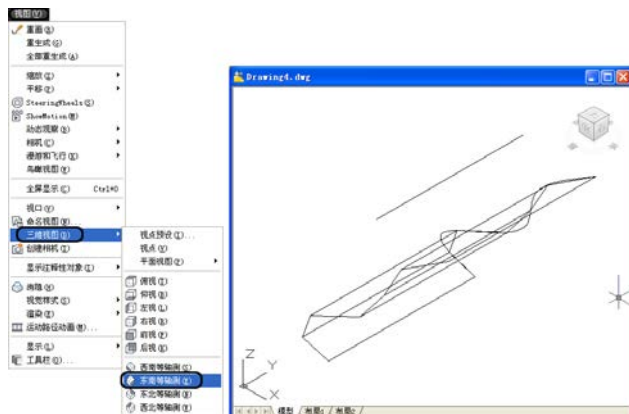

图 10.46 切换视图后的效果
(3) 在菜单中选择【视图】/【三维视图】/【东南等轴测】命令, 将视图切换为轴测图, 效果如图 10.46 所示。